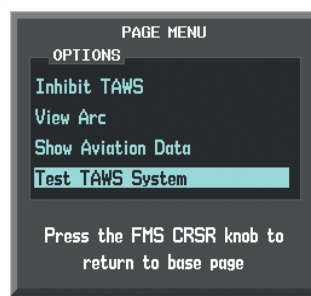

Figure 6-158 TAWS-B Page Menu
- 2) Press the **MENU** Key (Figure 6-158).